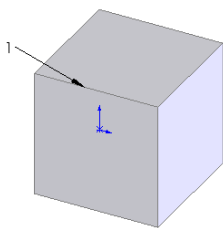
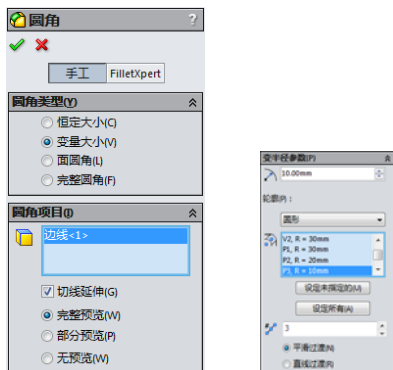

图 3-88 圆角的图形
图 3-89 “圆角”属性管理器
**03** 拉伸实体。在菜单栏中选择“插入”→“凸台/基体”→“拉伸”命令, 或者单击“特征”工具栏中的“拉伸凸台/基体”图标按钮 , 将上一步绘制的草图拉伸为“深度”为 60 的实体, 结果如图 3-88 所示。
**05** 设置圆角类型。在“圆角类型”一栏中, 选择“变半径”复选框; 在“边线、面、特征和环”一栏中, 选择如图 3-88 所示中的边线 1。此时顶点列举在“附加半径”一栏中, “实例数”为系统默认的 3, 位置位于边线的 25%、50%及 75%处, 如图 3-89 所示。